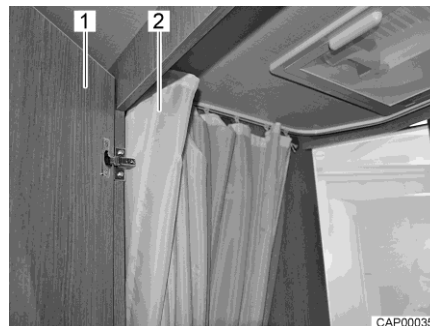

Fig. 129 Vano WC con doccia
- Per utilizzare la doccia, chiudere la porta (Fig. 129,1) e tirare completamente la tendina della doccia (Fig. 129,2 e Fig. 130,1 o Fig. 131,1) o chiuderla con i bottoni automatici, in modo da proteggere tutte le pareti.